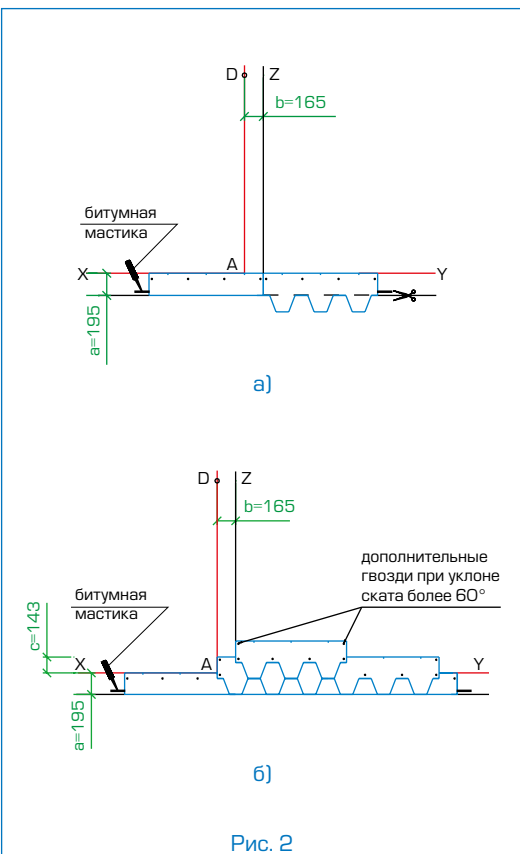

Рис. 2
### Укладка материала (рис. 2)
- Начальный ряд формируется из листов черепицы НОРДИК с обрезанными лепестками. Полученные таким образом полосы шириной 19,5 см укладываются по линии карниза в обе стороны от линии Z (рис. 2а) и фиксируются по нижнему краю битумной мастикой, а по верхней кромке 4 гвоздями (ось гвоздей на 5 см ниже верхнего края полосы);
- далее первый ряд черепицы укладывается от линии AD (рис. 2б);
- второй ряд укладывается от линии Z (со смещением 16,5 см от AD) (рис. 2б);
Каждый лист гибкой черепицы НОРДИК крепится 4 гвоздями таким образом, чтобы гвоздь прошивал и верхний край низлежащего листа черепицы (рис. 2б).